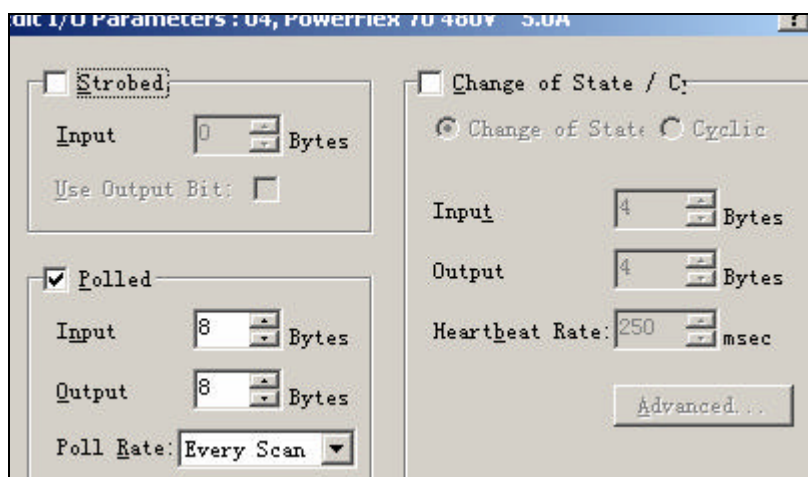

图 4-42 修改输入输出的大小
40. 在该对话框内选中 Polled，在 Input 中输入 8，在 Output 中输入 8。这里输入的字节数要根据变频器内参数 400、412、413 和变频器的类型有关。Powerflex70 变频器是 16 位的，具体的逻辑命令/速度基准和数据连接是 16 位还是 32 位可参看参数组 DeviceNet Module 的参数 394[Ref/Fdb Size]和 P395[DataLink Size]，这里都是 16 位的。设置完成后点击 OK，如图 4-42 所示。